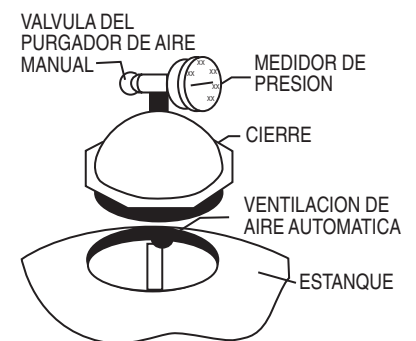

Figura 1.
- Pivotee el difusor fuera del centro del estanque en los TR40, 50, 60, 100 y 140 rotando el conjunto del difusor en el sentido contrario en que giran las manillas del reloj. (**AVISO:** El conjunto del multidifusor no se debe mover en los modelos TR100C, TR100C-3 y TR140C, TR140C-3. Después de instalar el material del filtro tal como se ha descrito a continuación revise para verificar que las partes superiores de los difusores estén paralelas con la parte superior de la capa de arena.) Llene el estanque con agua hasta alrededor de la mitad. Vacíe gravilla primero (si se va a usar) y luego arena en la parte superior del filtro lentamente de modo que el impacto del material del filtro no dañe los laterales. Vea la información en la Tabla 2 en este manual para verificar la cantidad de arena y grava adecuada. Llene el filtro al nivel adecuado para mantener el espacio libre (vea la Tabla 2). Pivotee el conjunto del difusor de nuevo a su posición vertical si es que se movió. Asegúrese que la ventilación de aire automática está sobresaliendo en la parte superior del cierre tal como se indica a continuación en la Figura 1. Asegúrese que la ventilación de aire automática está en el centro del cierre del filtro. Lave toda la arena alrededor de la abertura roscada en la parte superior del estanque.